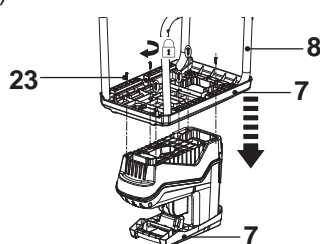

Fig. 2
2. Mettez l'armature [8] à l'envers et fixez la plaque de base [7] au bloc moteur en vous assurant que les formes s'emboîtent parfaitement l'une avec l'autre (Fig. 2, étape 1).
3. Alignez les trous et fixez les deux pièces avec les vis (x6) [23] (Fig. 2, étape 2).